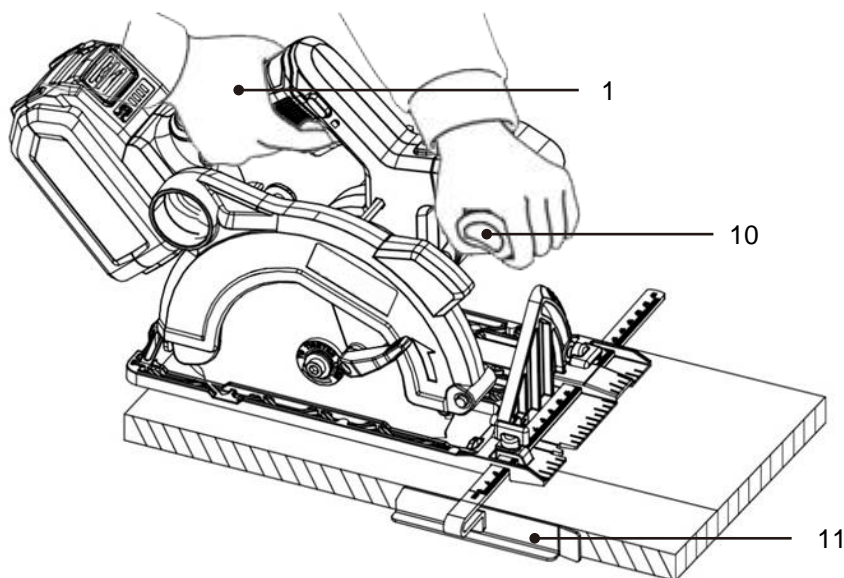

Fig. 18
- > Coloque a guia paralela (11) no produto e regule a profundidade e a largura de corte desejados.
- > Segure a ferramenta firmemente. A ferramenta está equipada com uma superfície de prensão frontal (10) e uma pega principal (1). Segure a ferramenta com as duas mãos. Se as duas mãos estiverem a segurar a serra, será impossível que sejam cortadas pela lâmina da serra (Fig. 18).
- > Coloque a placa base na peça de trabalho a ser cortada, evitando o contacto da lâmina da serra circular com a peça de trabalho. A seguir, ligue a ferramenta e espere até que a lâmina de serra alcance a sua velocidade máxima. Depois, simplesmente, desloque a ferramenta para a frente sobre a peça de trabalho e auxilie-se da guia paralela (11) para guiar o produto ao longo da peça de trabalho, mantendo-a plana e avançando suavemente até terminar o corte.